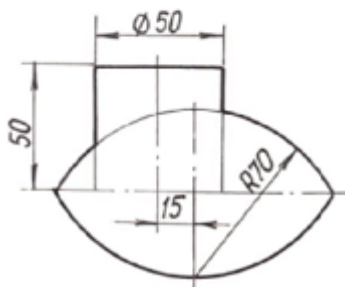

Рис. 2
2. Построить проекцию линии пересечения тора и цилиндра (рис.2).